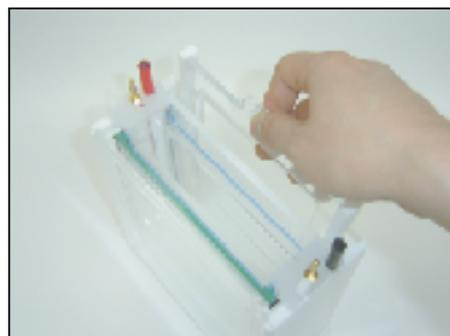

図 6
5. アッパーバッファーチャンバーをセットしたセルベースの奥に、スーパーウェッジのトップが直角な面を**Perfect NT Gel W**カセットにつくように（図6）